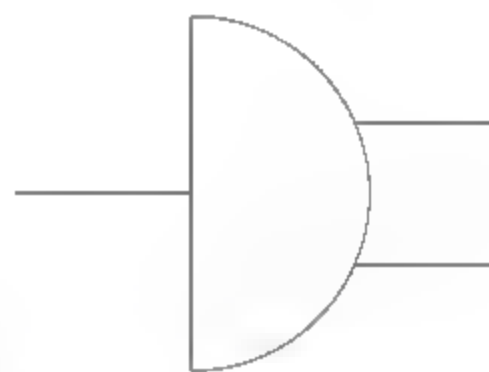

图8-124 删除线段
**07** 调用E【删除】命令，删除线段，结果如图8-124所示。